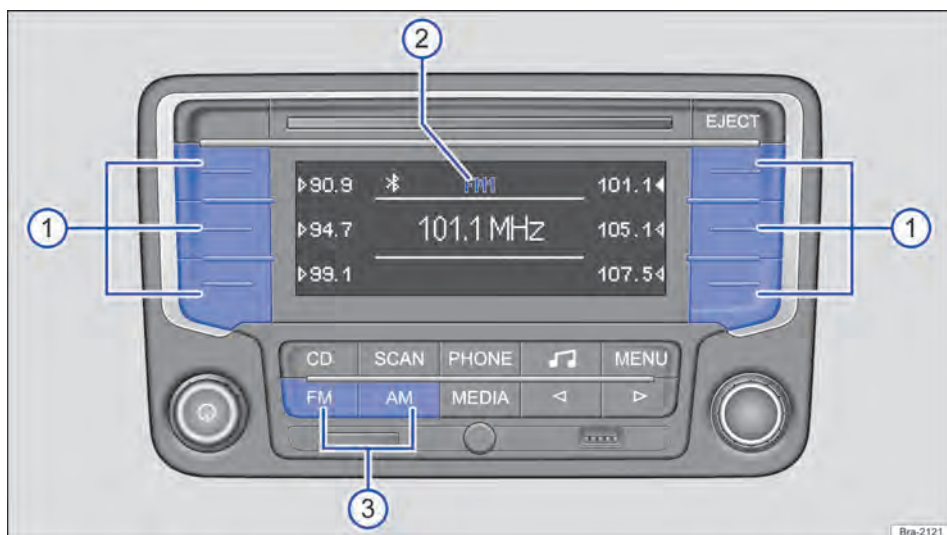

Fig. 151 Selecionar a faixa de frequências e o nível de memória.
Pressionar o botão do aparelho **FM** ou **AM** → Fig. 151 ③ até que seja exibido o nível de memória desejado → Fig. 151 ②.
Ao trocar os níveis de memória, as frequências das estações de rádio salvas são exibidas ao lado dos botões das estações Fig. 151 ①.